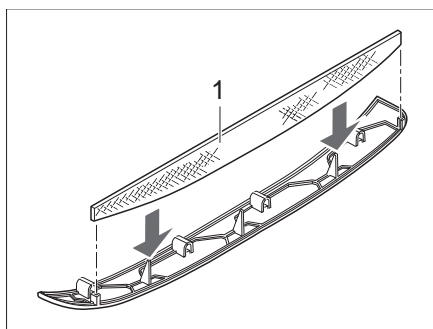
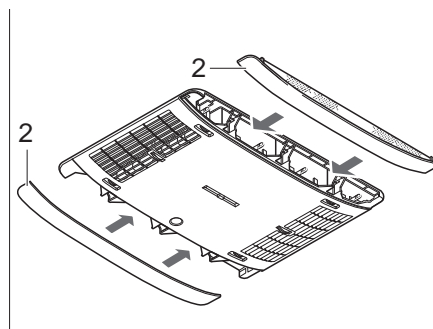

Bild 174 Luddfilter klimatanläggning
Bild 175 Paneler klimatanläggning
I panelerna (Bild 175,2) på sidorna finns två luddfilter. Luddfiltren måste rengöras regelbundet, dock minst var 6:e månad, och vid behov ska de bytas.
- Dra av panelerna (Bild 175,2) från luftspridaren och rengör luddfiltret (Bild 174,1) eller byt det vid behov.